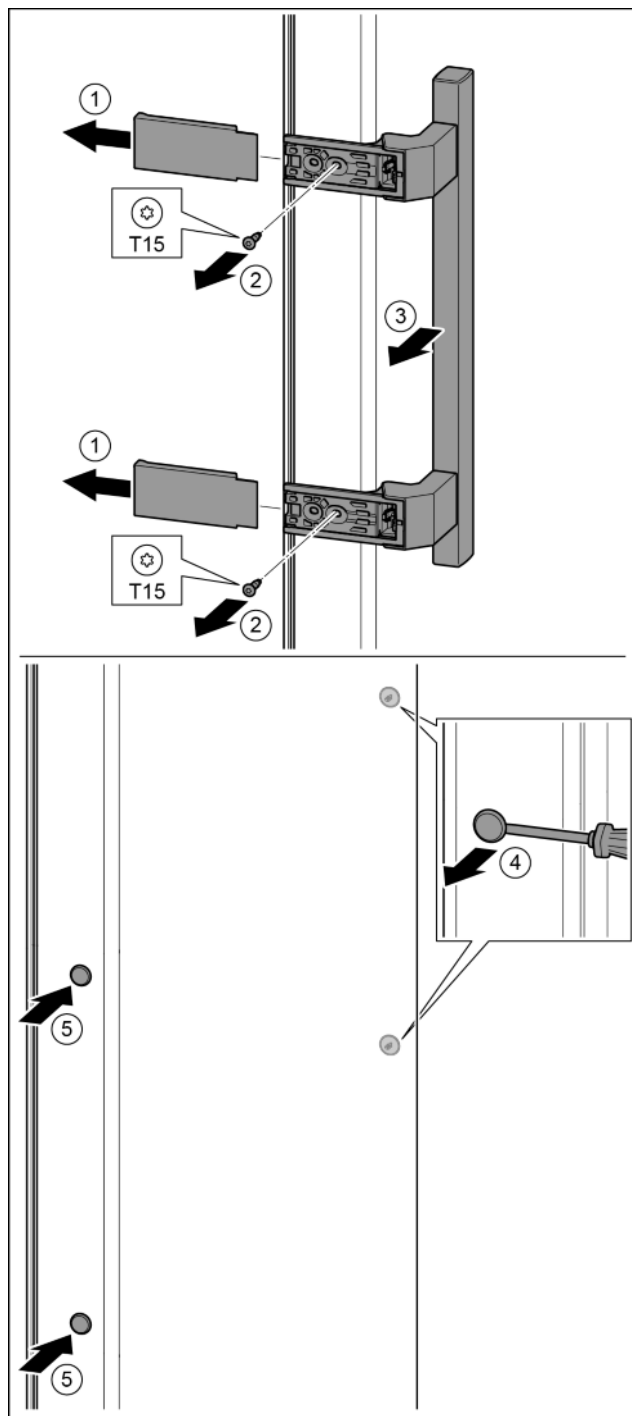

Fig. 17
- Снять крышку. Fig. 17 (1)
- Выкрутить винты отверткой T15. Fig. 17 (2)
- Снять ручку. Fig. 17 (3)
- Осторожно приподнять шлицевой отверткой боковые заглушки и вынуть их. Fig. 17 (4)
- Заглушки снова вставить с другой стороны. Fig. 17 (5)